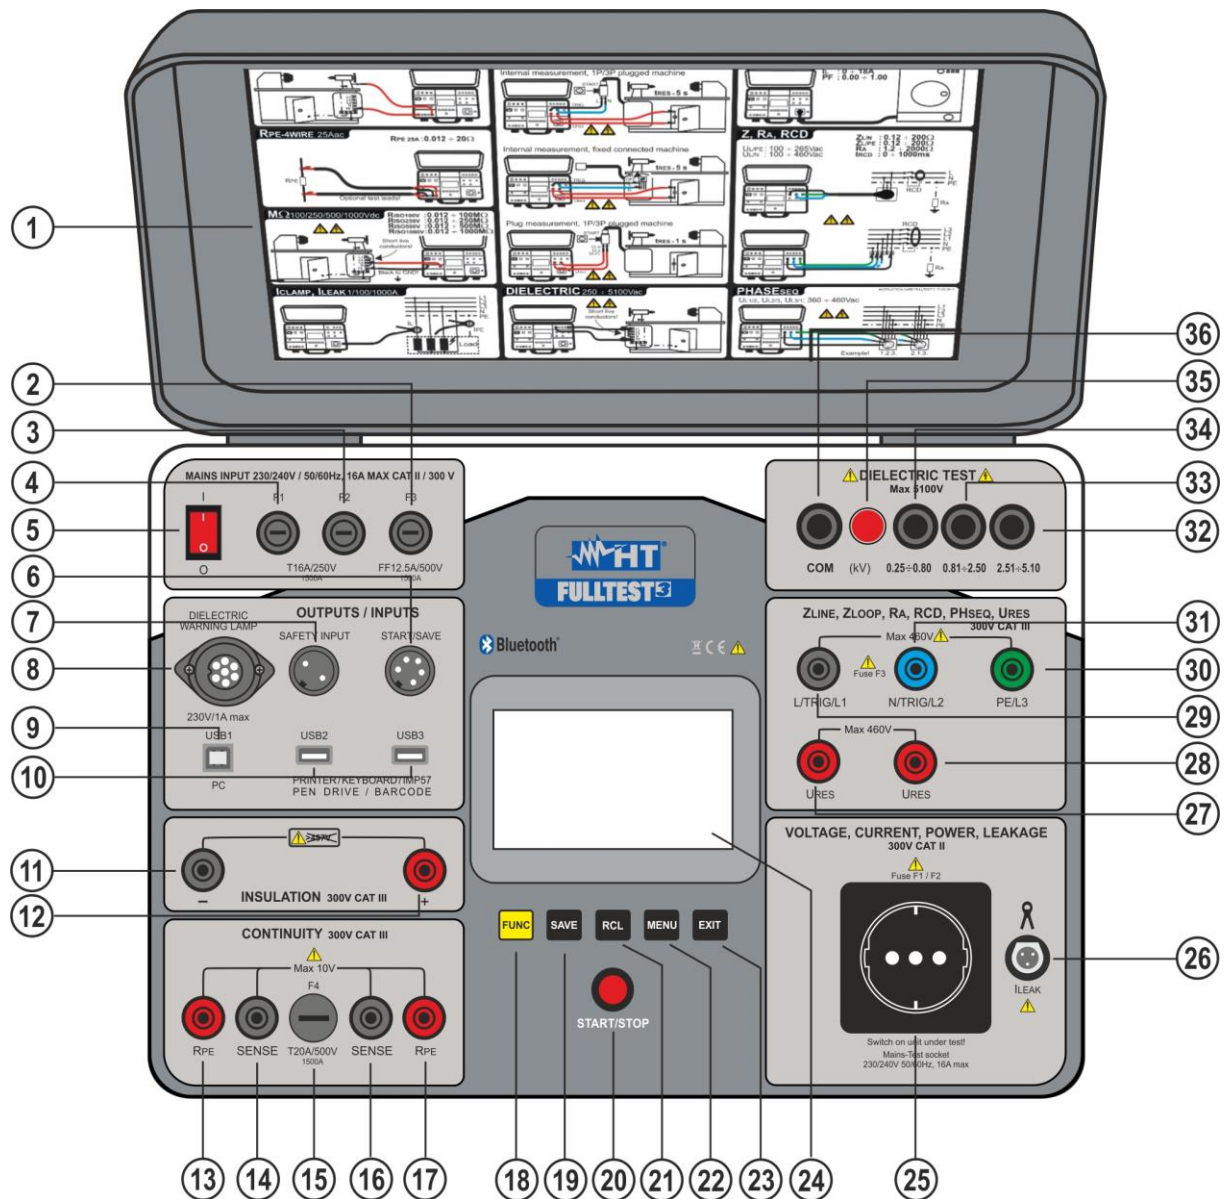

Fig. 2 : Descripción del instrumento
2. Encienda el instrumento con la tecla **ON/OFF** (vea Fig. 2 – marca 5)
3. El instrumento cargará el firmware (FW) (tardará 30 s aproximadamente), luego aparecerá la última pantalla de medida utilizada. Un pitido doble sonará indicando que el instrumento está listo para medir